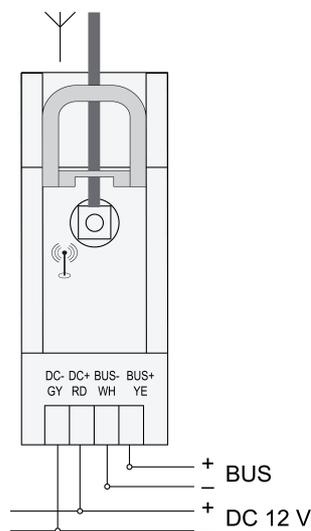

Bild 2: Anschlussplan
- Gerät gemäß Anschlussplan anschließen (Bild 2).